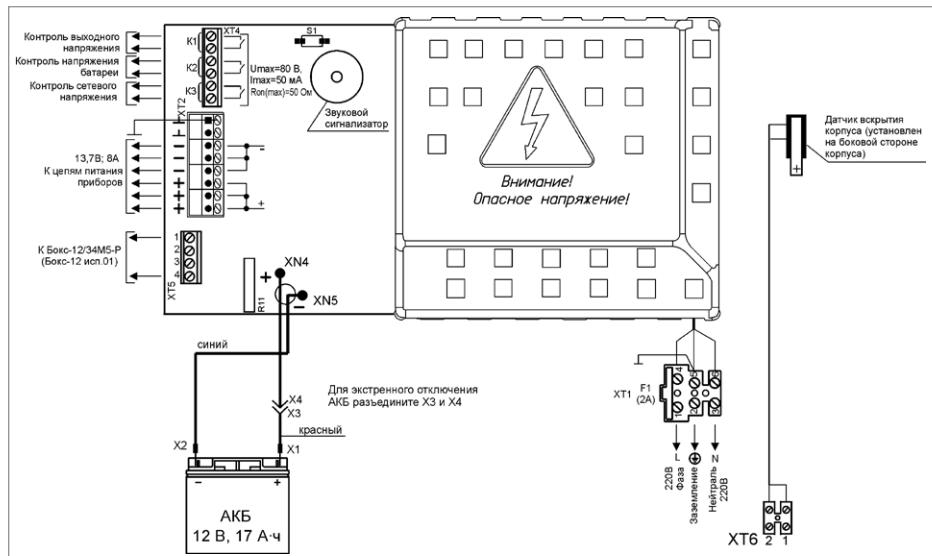

Рисунок 7. Схема подключения РИП-12 исп.17 (РИП-12-8/17М1-Р)
1.6. Схема подключения РИП-12 исп.17(РИП-12-8/17М1-Р) приведена на рис. 7.
- 1.13. Проверьте правильность произведённого монтажа в соответствии со схемой подключения (Рис. 7).
- 2.12. Отключите аккумуляторную батарею от платы РИП, отсоединив контакты X1, X2 от клемм АКБ (см. рис. 7).